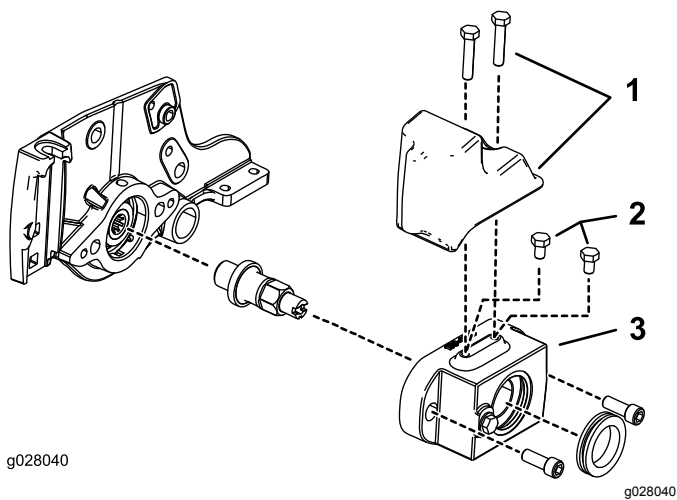

图 5
- 对于液压驱动滚刀马达 如 图 5 所示在滚筒刷架的顶部安装 2 个螺栓 5/16 x 1/2 英寸仅限 12.7cm 液压滚刀马达。
- 对于电动滚刀马达如图 5 所示订购并安装 1 个配重块零件号 127-4259-03 和 2 个螺栓零件号 322-7。